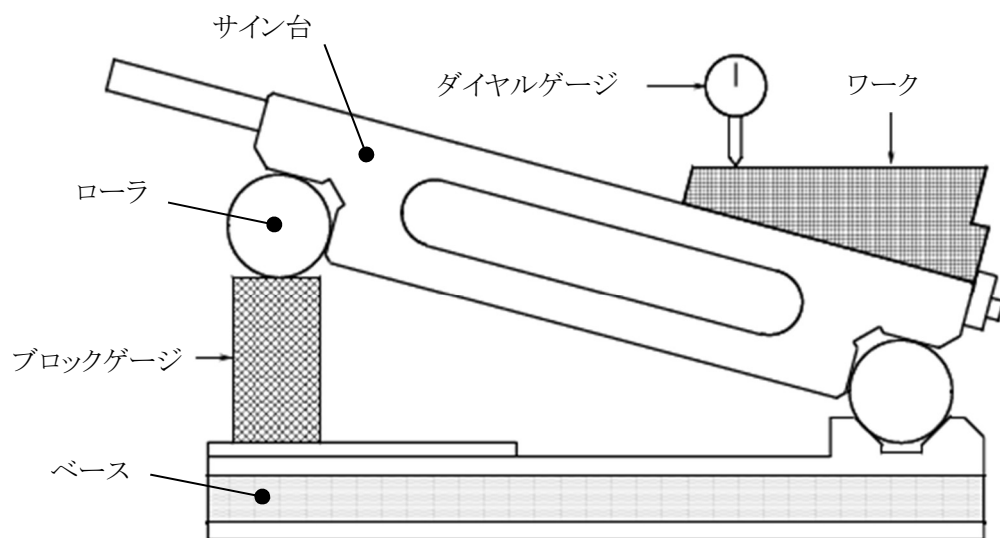

図. 1
- ① サイン台・ローラ・ベース等をきれいに拭き、基準定盤上に載せる。
- ② ブロックゲージを角度の寸法にリンギングさせて取り付ける。
- ③ ワークをきれいに拭き、ストッパー等を利用してサイン台上部に取り付ける。
- ④ サイン台を持ち上げ、ブロックゲージをサイン台の下側に入れる。(図 1)